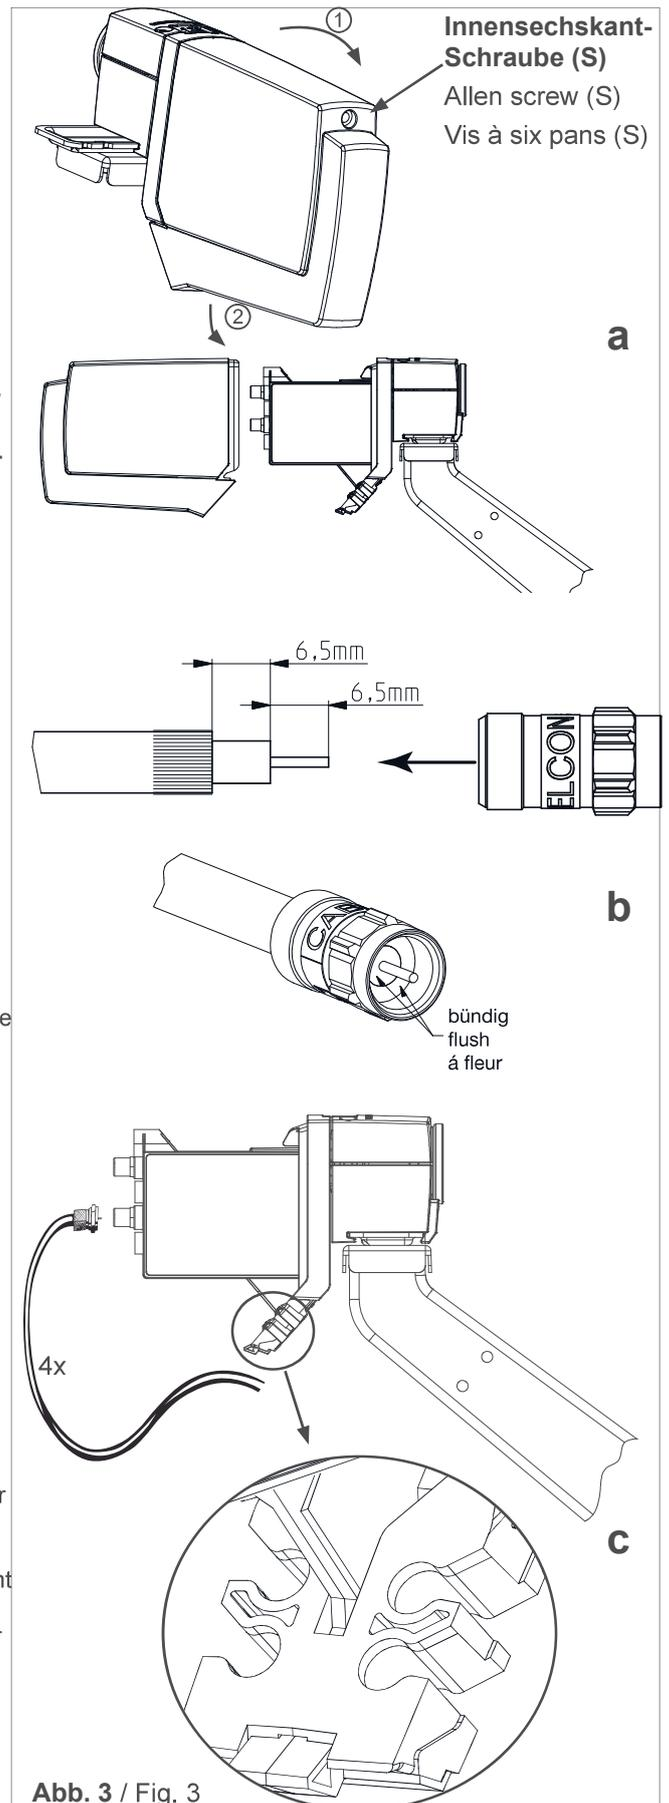

Abb. 3 / Fig. 3
Kabelanschluss (Abb. 3)
4. Angeschlossene Kabel nach vorne führen und seitlich in den Kabelhalter eindrücken (siehe Vergrößerung in Abb. 3 unten).
5. Haube aufschieben, bis sie in die Nut eintaucht und im unteren Bereich einrastet. Innensechskant-Schraube (S) festziehen.
Cable connection (Fig. 3)
4. Lead the connected cable forwards and insert sideways into the cable fastening (see close-up in fig. 3 below).
5. Slide on the cover until it fits into the groove and locks in the bottom section. Tighten Allen screw (S).
Raccordement de câbles (Fig. 3)
4. Amener les câbles raccordés vers l'avant et les enfoncer latéralement dans le support de câbles (voir l'agrandissement au bas de la fig. 3).
5. Mettre en place le capot qui doit entrer dans la gorge et s'enclencher au bas. Serrer la vis à six pans creux (S).